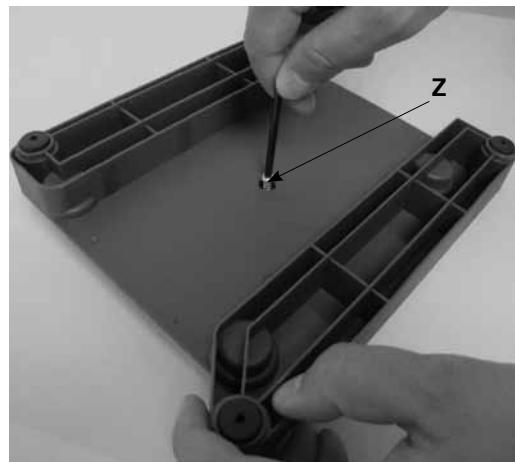

Fig. 21a
Drehen Sie die Schraube (Z) vollständig aus dem Fuß. (Fig.21a)